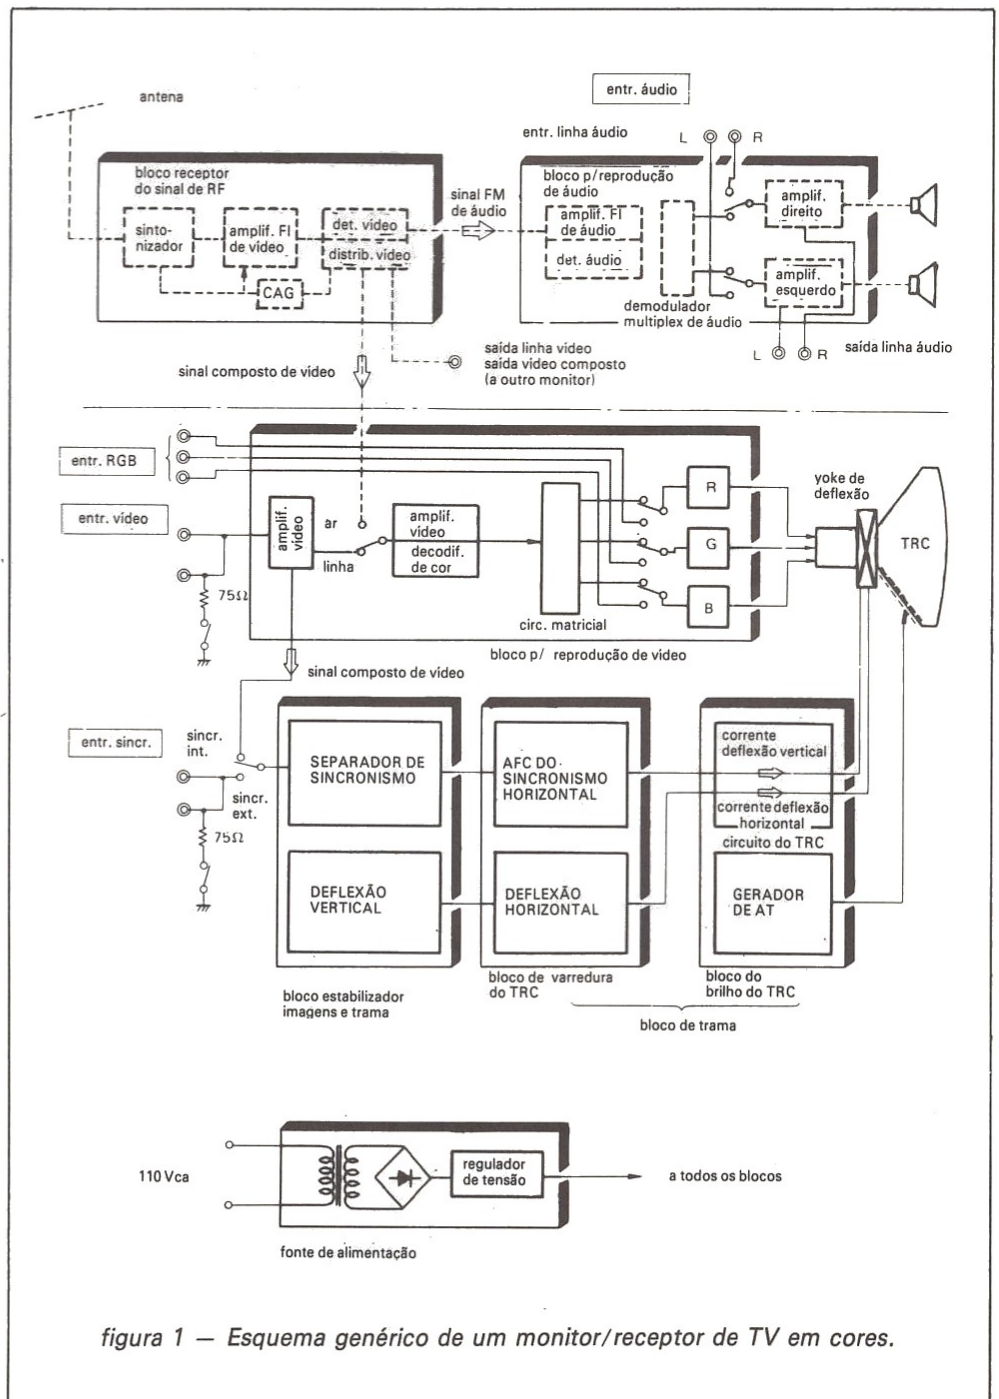

figura 1 — Esquema genérico de um monitor/receptor de TV em cores.
A configuração básica de um receptor de TV está ilustrada na figura 1, a título de exemplo. Pode-se perceber que, excluindo os blocos superiores de RF e áudio, resta um monitor com TRC e entrada RGB. Mas pelo fato do computador ser, em princípio, um sistema fechado, independente, é possível ter mais liberdade para escolher a frequência de varredura adequada e especificações próprias para o monitor.
1. *Sinal composto de vídeo*, que empregam o mesmo formato de entrada dos receptores convencionais de TV. Considerando o esquema da figura 1, a conexão pode ser feita através de um único cabo, pelo terminal "entrada de vídeo". Neste caso, porém, as larguras de faixa são limitadas e pouco adequadas aos visores de alta resolução; em contrapartida, existe compatibilidade entre os modelos preto e branco e em cores.
tal e deflexão vertical são fornecidos independentemente. Tratando-se de um visor em cores com entrada RGB, é empregado um cabo de 5 fios para a conexão. Na figura 1, foi utilizado um cabo de 4 fios: o sinal de informação vai aplicado aos terminais RGB, enquanto os sinais compostos de sincronismo são acoplados ao terminal "entrada de sincronismo". Em um tipo diferente de sistema de 5 fios, também amplamente empregado, os sinais compostos de sincronismo são transmitidos em uma das linhas de informação RGB.